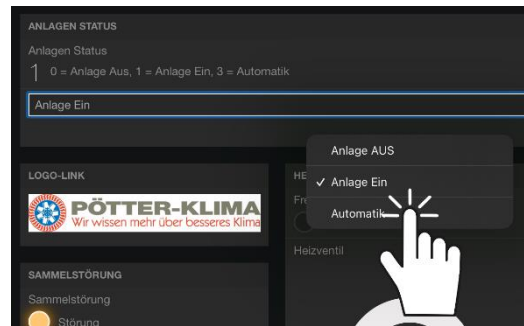

Abbildung 2.7
3. Automatik (Zeitprogramm) (siehe Abbildung 2.7)